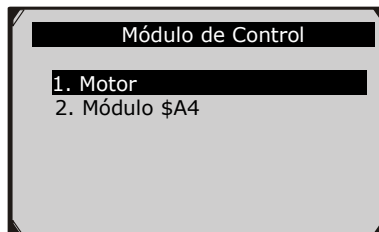

Figura 6.2
- Si se detecta más de un módulo, se le solicitará seleccionar un módulo antes de la prueba. (Figura 6.2)